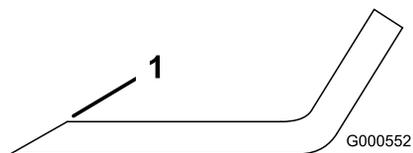
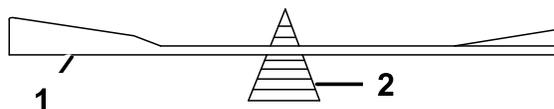

Figura 47
Figura 48
1. Affilate i taglienti da entrambe le estremità della lama con una lima (Figura 47). Rispettate l'angolazione originale. La lama conserva il proprio equilibrio soltanto se viene rimossa una quantità uguale di materiale da entrambi i taglienti.
2. Controllate l'equilibrio della lama posizionandola su un bilanciatore (Figura 48). Se la lama rimane in posizione orizzontale, è bilanciata e può essere utilizzata. Se la lama non è bilanciata, limate del metallo soltanto dalla costa (Figura 47). Ripetete la procedura finché la lama non è perfettamente bilanciata.